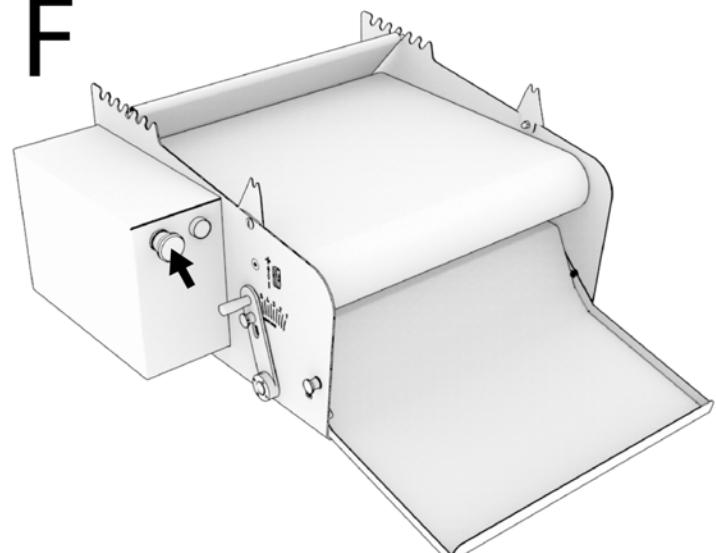

fig.6
- في حالة الرطوبة الشديدة، قم بفك كل بساط التمديد (fig6).